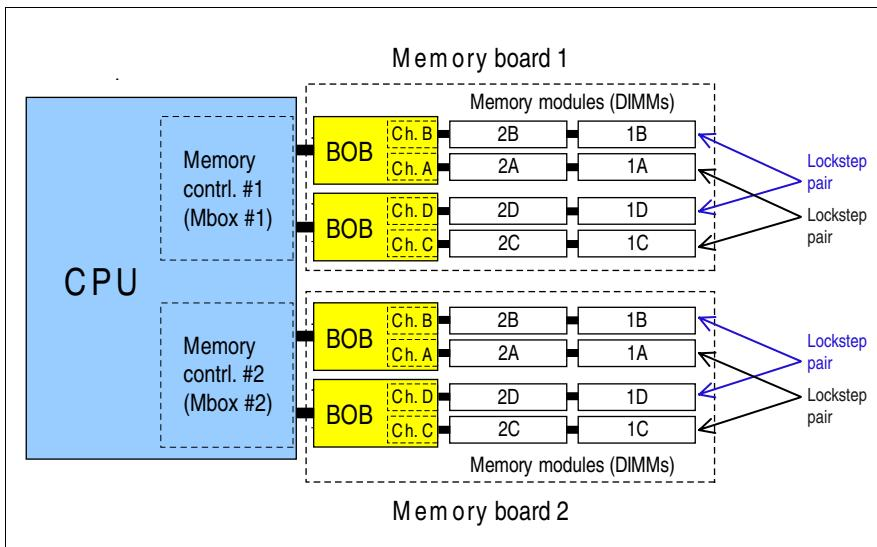

図 3: RX600 S6 のメモリアーキテクチャ
- メモリボードには、DIMM をロックステップペア (23 ページ の図 3 を参照) で取り付ける必要があります。ペアの DIMM はどちらも同じ値でなければなりません。